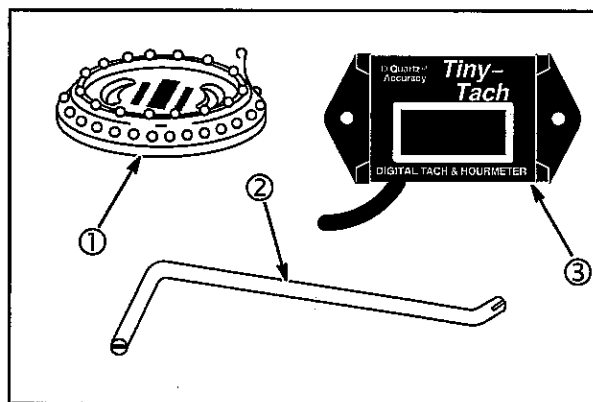

Fig. 31
- Tools Required, **Fig. 31:**